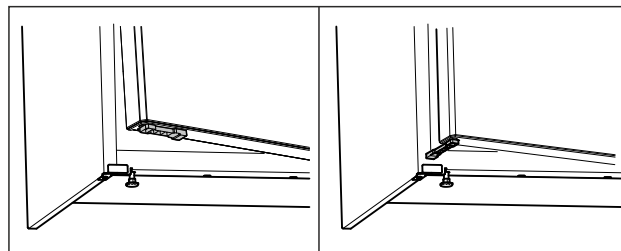

Fig. 62 *
- ▶ Поверніть обмежувач відкривання дверцят на 90°. (див. Fig. 62) *